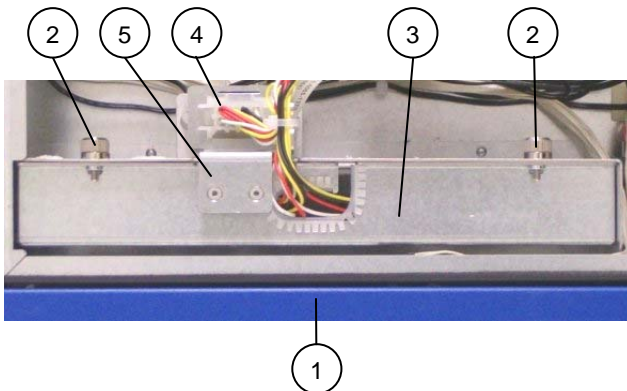
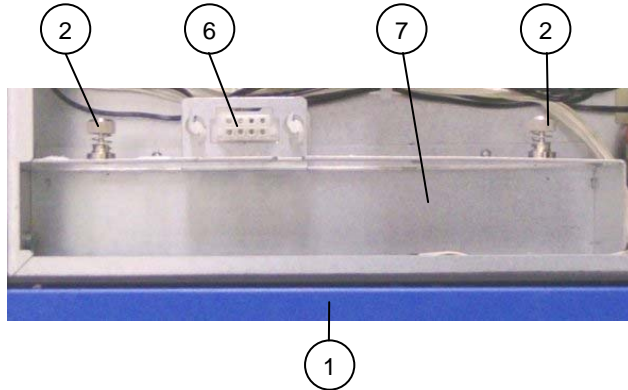

Abb. 22: KISS 2U – Detail des Lüftereinschubs im Systemgehäuse
Abb. 22a: Lüfterfach des KISS 2U ohne Lüftereinschub
2. Lösen Sie die Rändelschrauben (Abb. 22, Pos. 2) und ziehen Sie den Lüftereinschub am Griff (Abb. 22, 22b, Pos. 5) nach oben aus dem Lüfterfach (Abb. 22a, Pos. 7).
Legende für Abb. 22, 22a und 22b: